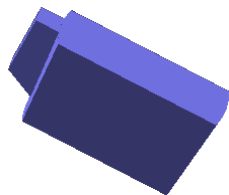

图 5.11.16 曲面-缝合 2
Step10. 创建图 5.11.16 所示的零件特征——曲面-缝合 2。选择下拉菜单 **插入(I)** → **曲面(S)** → **缝合曲面(F)...** 命令，系统弹出“缝合曲面”对话框；在设计树中选取边界-曲面 1、曲面-剪裁 1 和曲面-基准面 2 为缝合对象；单击对话框中的 按钮，完成曲面-缝合 2 的创建。